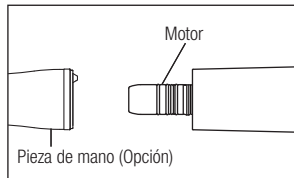

Fig. 2
1) Conectar la pieza de mano directamente al motor. (Fig. 2) Cuando se conecta una pieza de mano óptica, girar la pieza de mano hasta que encaje en su posición con un clic.